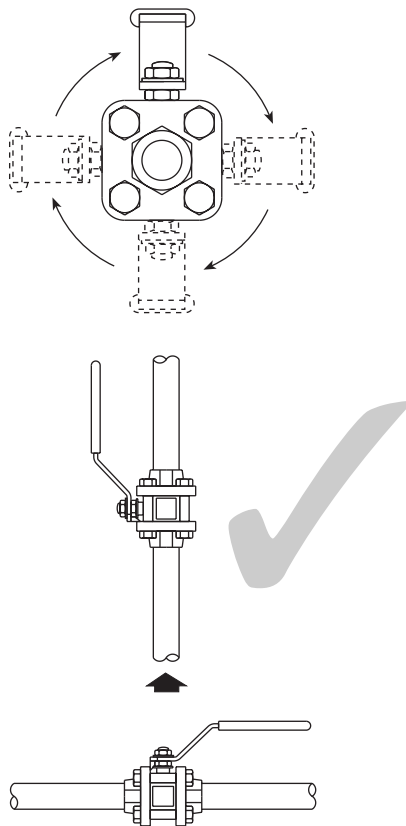

**Fig. 2 Instalación incorrecta para trabajar con líquidos**
**No montar la válvula boca abajo para trabajar con líquidos (Fig. 2).**